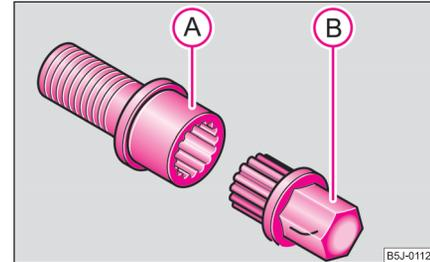

Abb. 174 Sicherheitsradschraube mit Adapter
- Stecken Sie den Adapter (B) mit seiner verzahnten Seite bis zum Anschlag so in die innere Verzahnung der Sicherheitsradschraube (A), dass nur noch der äußere Sechskant herausragt ⇒ Abb. 174.
- Stecken Sie den Radschlüssel bis zum Anschlag auf den Adapter (B).